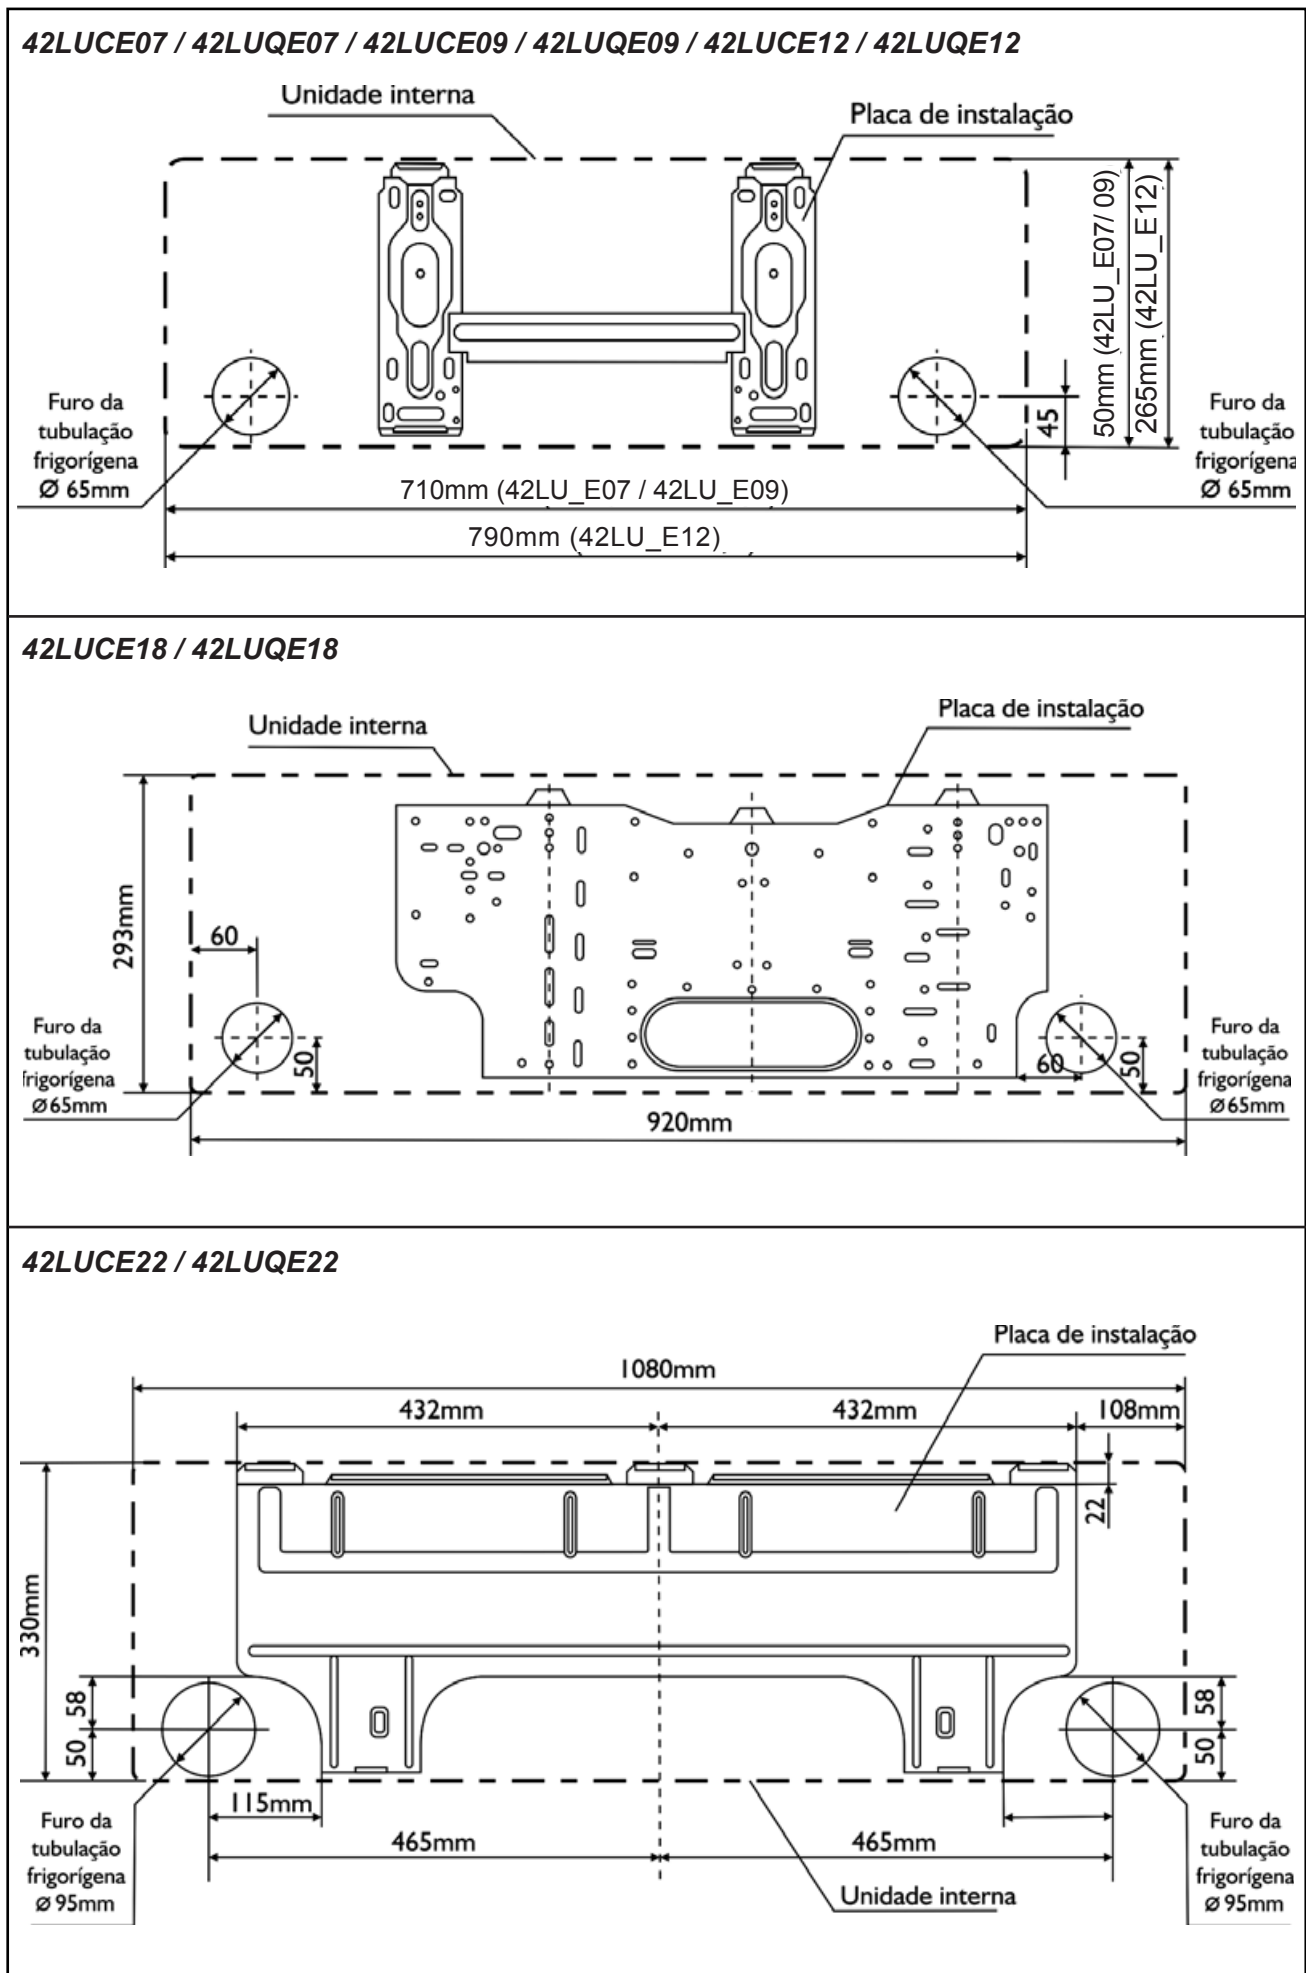

FIGURA 20 - SUPORTES
Veja na figura 20 as dimensões para furação do dreno conforme cada capacidade.
- Fixe o suporte à parede com parafusos auto-atarraxantes através dos furos próximos à borda externa dele como mostrado na figura 20 (Coloque parafusos em todos os furos superiores).